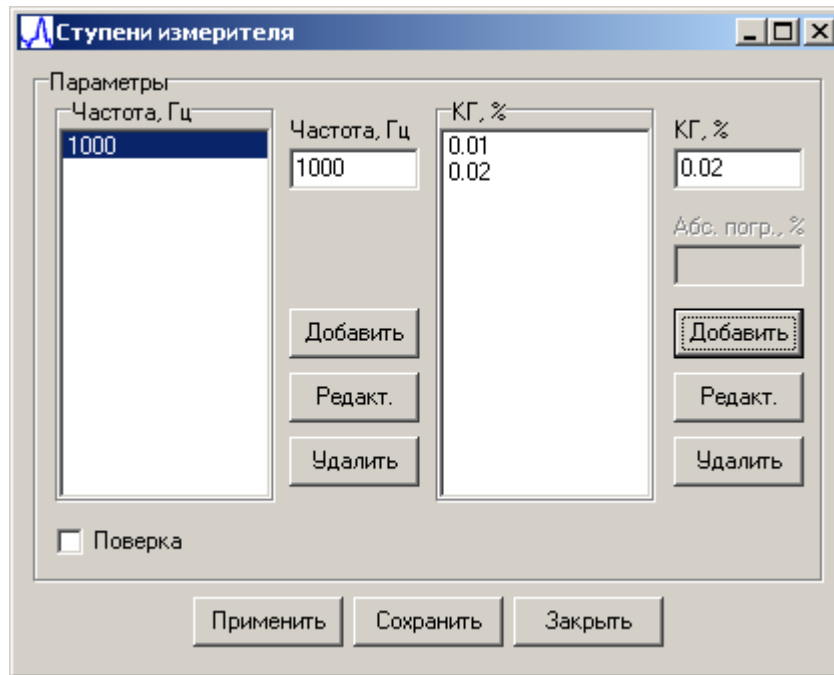

Рисунок 40. Добавление значений Кг
6.5.2.4 Указать для выделенной частоты степени значений Кг, для чего использовать кнопку «Добавить» под полями ввода «КГ,%» и «Абс. погр.,%» (см. рисунок 40).